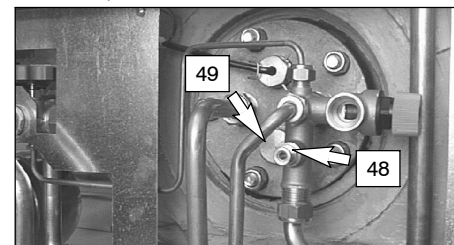

fig. 9.4 Vista lato inferiore
- Allentare il rubinetto di scarico acqua sanitaria del bollitore 48 fig. 9.4 e scaricare l'acqua del bollitore.